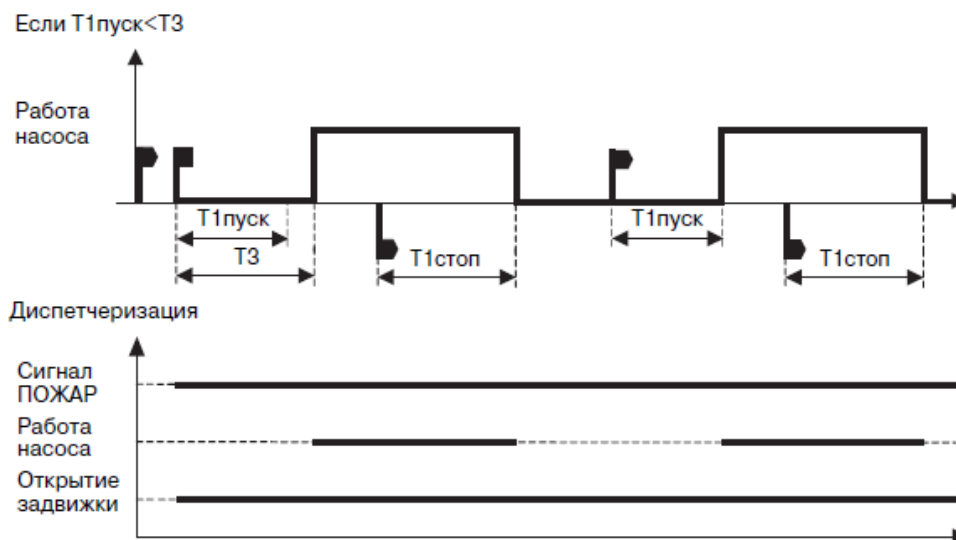

Рис. 2. Дренчерная система
График, иллюстрирующий алгоритм работы шкафа управления, показан на рис. 2.
4. Управление насосами осуществляется по сигналу от реле давления, т.е. в начальный момент времени при разомкнутых контактах на клеммах «реле давления» пуска насоса не произойдет, а при замкнутых пуск насоса произойдет с задержкой в зависимости от настроек (Т1пуск и время ТЗ перед первым запуском). Если контакты реле давления разомкнуты (достигнуто заданное значение давления), происходит останов основного насоса. При дальнейшем падении давления с задержкой времени Т1пуск (уже без задержки ТЗ) происходит повторный пуск насоса, с которым шкаф управления пожарными насосами работал ранее. То есть, шкаф управления пожарными насосами начинает работать как система повышения давления с заданными временными задержками. Так происходит до перевода переключателя в положение «Блокировка» на передней панели. Алгоритм работы можно посмотреть на рис. 2.